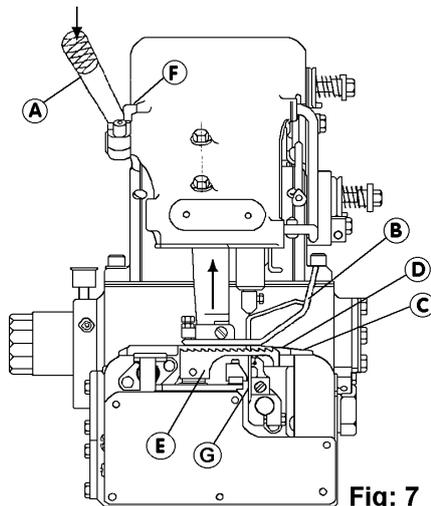

Fig: 7
Pour retourner ou remplacer les couteaux, nous suivons la procédure ci-dessous, (voir Fig: 7 and 8).
1. Voir Fig: 7. Assurez-vous que la machine à coudre soit débranchée.
2. Tirez le levier (A) vers le manomètre (I). Celle-ci va soulever le pied presseur (B) et libérer la plaque à aiguille (D).
3. Placez un calibre entre le levier (A) et la vis (F).